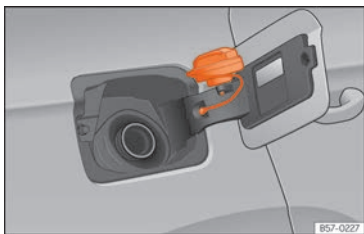

Abb. 305 Tankklappe mit aufgestecktem Tankverschluss.
- Platzieren Sie den Verschluss in der Ausparung, die sich im Scharnier der geöffneten Tankklappe befindet »» **Abb. 305**.